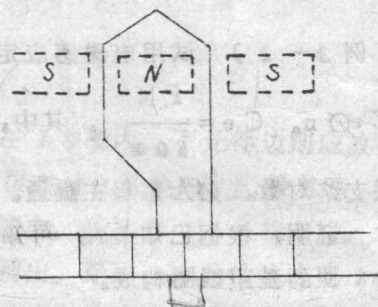

图 3-4
9. 如果一单迭绕组的元件设计成如图 3-4 所示的不对称形状, 它的电刷应放在什么位置?